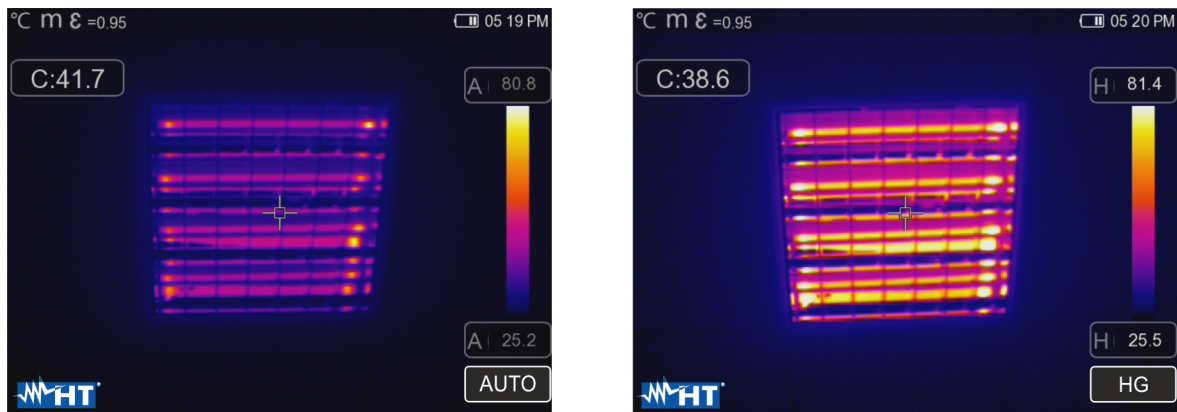

Fig. 46: Configuración modos Automático e Histograma
- Modo **Histograma (HG)** → los niveles mínimo y máximo de temperatura del objeto encuadrado en el visualizador son siempre definidos automáticamente por el instrumento, como en el modo Auto, pero en tal caso se resaltan particularmente las zonas de la imagen en las cuales los valores de las temperaturas son muy distintos de las zonas adyacentes. La relación entre la temperatura y el color de la paleta es no **lineal** en base a un algoritmo de histograma. Este modo enfatiza la visualización de la imagen en ambientes de trabajo muy oscuros
1. Pulse la tecla | o bien toque el icono “AUTO” presente en la parte inferior derecha del visualizador. Las pantallas de Fig. 46 muestran las selecciones de los modos “AUTO” y “HG”